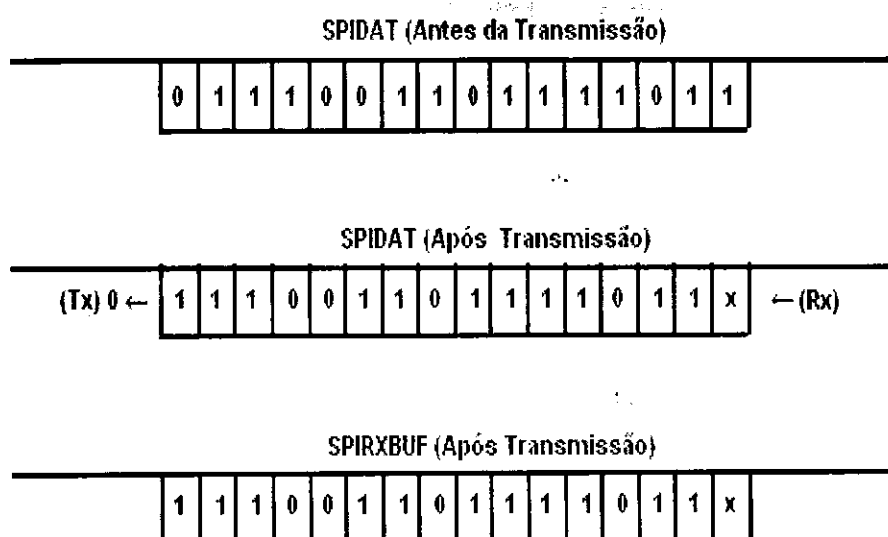

Figura 10.3: Esquema com o comportamento dos registradores **SPIDAT** e **SPIRXBUF** em uma transmissão de um *bit* de dados.
- **SPIRXBUF** contém os caracteres recebidos mais recentes, justificados à direita, e mais alguns *bits* que restaram da transmissão anterior que foram deslocados à esquerda. Na figura 10.3 está ilustrado um esquema com o comportamento dos registradores **SPIDAT** e **SPIRXBUF** em uma transmissão de um *bit* de dados.